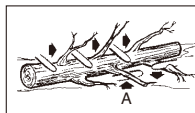

Fig. 12
Att kvista ett träd är att ta bort grenarna på ett fällt träd. Ta inte bort stödgrenar (A) förrän stocken är kapad (sågad) i längder (Fig. 12). Spända grenar ska skäras från undersidan och uppåt för att undvika att kedjan fastnar.